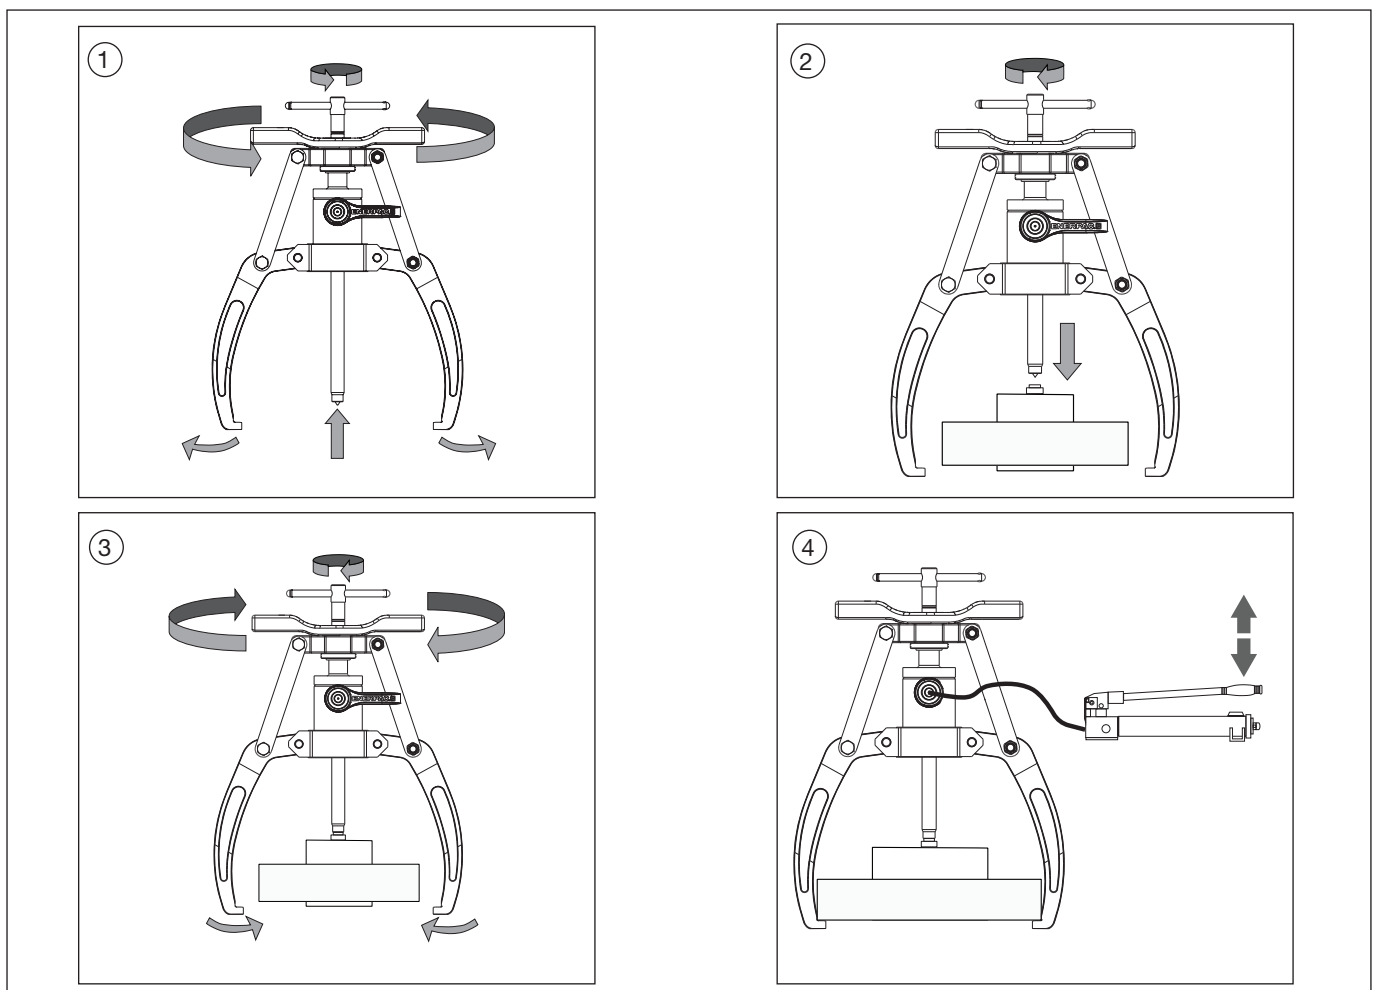

Abbildung 6, Schritte zur Installation des Abziehers
1. Drehen Sie die Spindel, um deren Höhe (nach oben oder unten) einzustellen. Drehen Sie den Griff, um die Öffnung der Abzugarme zu vergrößern oder zu reduzieren. Passen Sie die Abzugarme und die Spindel an, um den Abzieher am Werkstück ansetzen zu können. Für die folgenden Schritte siehe Abbildung 6, Ansicht 1 bis 4.